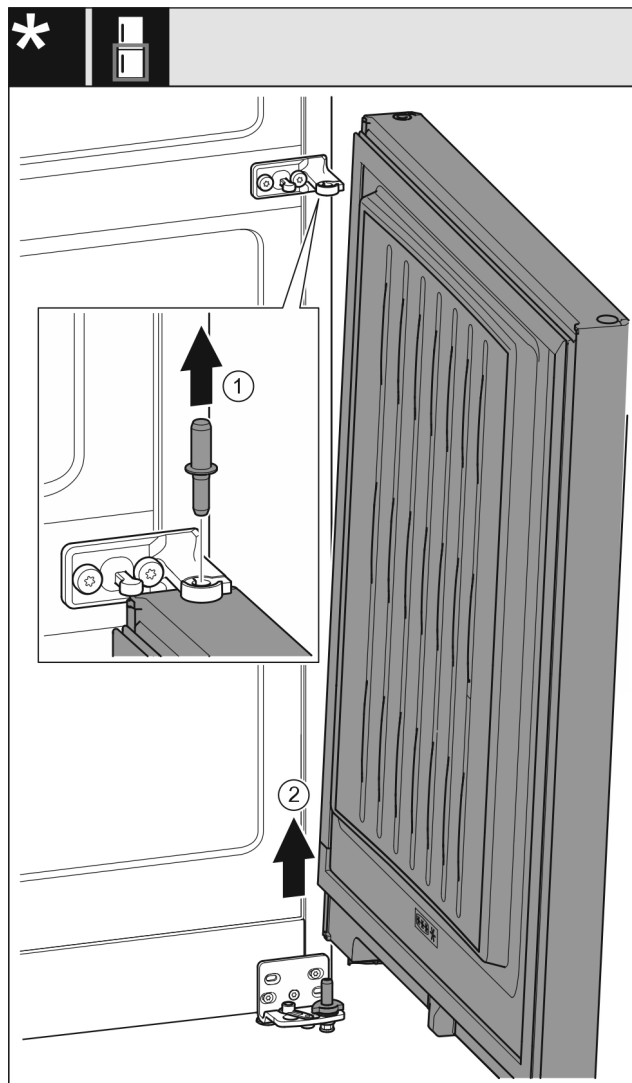

Fig. 8
- Sworzeń wyjąć w górę. *Fig. 8 (1)*
- Drzwi wyjąć pociągając w górę, a następnie odstawić z boku. *Fig. 8 (2)*